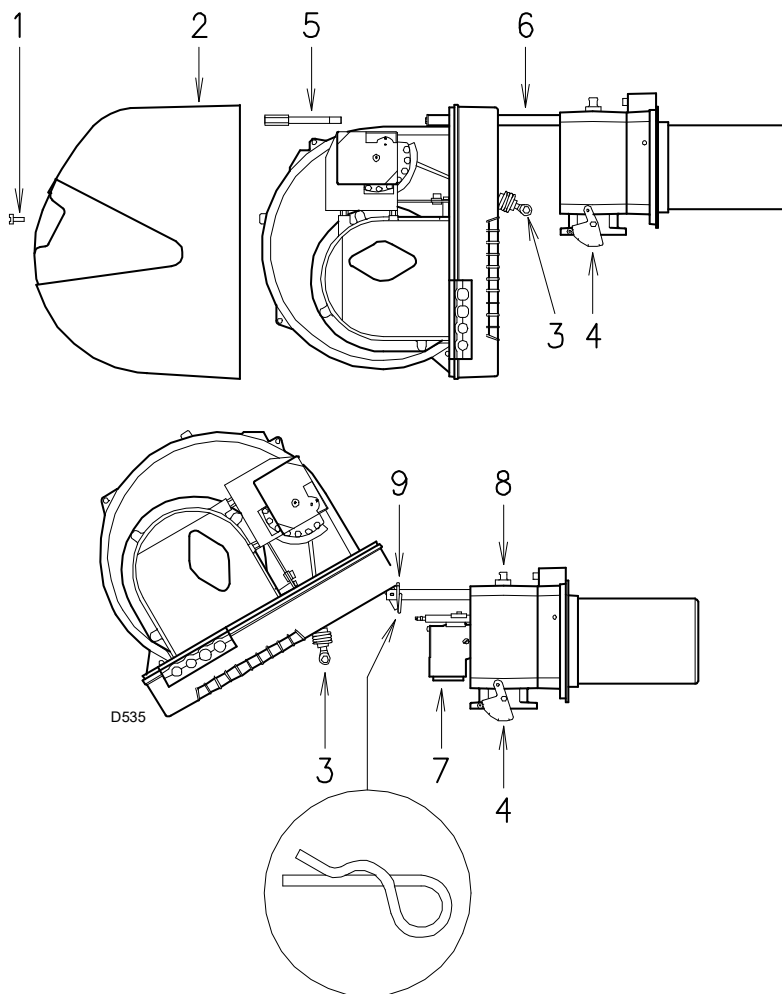

Fig. 33
- Fjern den 4. skrue 1)(Fig. 33) og træk dækslet 2) ud.
- Fjern stiften 9)(Fig. 33) og skub brænderen til cirka 100 mm fra muffen.